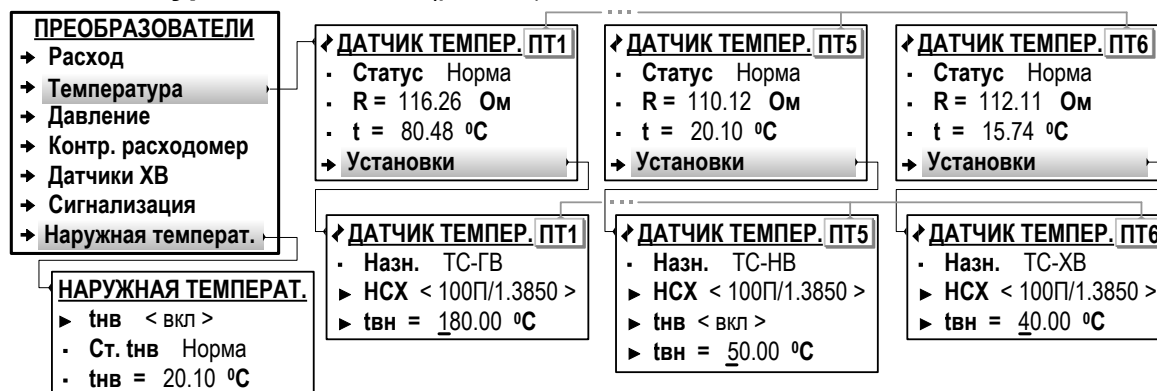

Рис.23. Вид меню настройки ПТ (режим СЕРВИС).
7.5.3.2. Настройка параметров входов для подключения преобразователей температуры выполняется в меню **Преобразователи / Температура / Установки** (рис.23).
7.5.3.3. Включение функции измерения температуры наружного воздуха выполняется в меню **Преобразователи / Наружная температ.** (рис.23): для параметра **t_{нв}** устанавливается значение **вкл.** После чего обеспечивается доступ к настроечным параметрам преобразователя ПТ5 в окне **ДАТЧИК ТЕМПЕР. ПТ5** (меню **Преобразователи / Расход / Установки**).